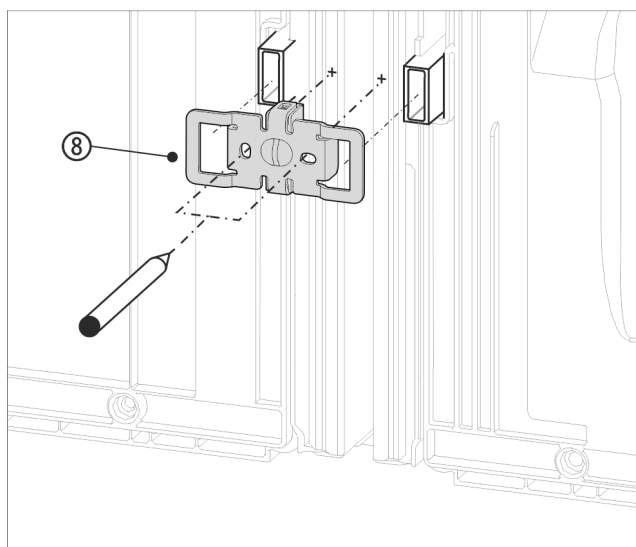

Fig. 16 Rappresentazione esemplificativa
- Spingere la squadretta Fig. 16 (8) con gli incavi sull'alloggiamento per i distanziatori a parete.